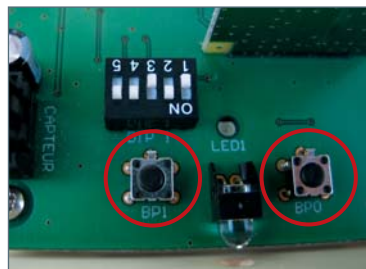

fig.2 - Sun™ & Confort™
■ repérer le bouton poussoir 1 (BP1) sur la carte de la centrale de détection (fig.2)
- repérer les boutons poussoirs BP1 et BPO (fig.2)
- repérer le bouton poussoir BPO sur la carte électronique de Confort™ (fig.2)
- attendre une minute et appuyer sur le BPO de votre centrale de détection (fig.2)